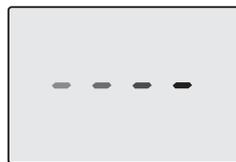

Figura 7.9
- Apague la caldera manteniendo pulsado durante 2 segundos el botón 15 (Figura 7.2) hasta que aparezca en el display LCD el símbolo - - - - (Figura 7.9).